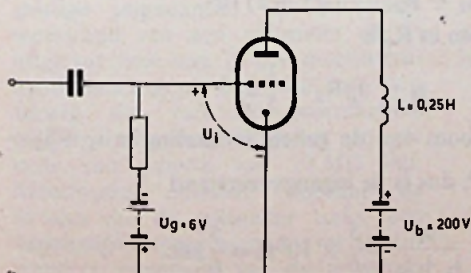
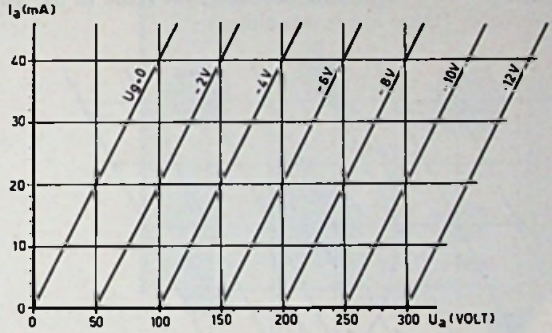
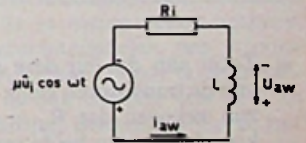

Fig. 13
Fig. 14
Fig. 15
② Van de triode in fig. 13 is in fig. 14 een bundel  $I_a-U_a$  karakteristieken gegeven. Tussen rooster en kathode is een signaalspanning  $u_i = \hat{u}_i \cos \omega t$  aanwezig, waarbij  $\hat{u}_i = 2\sqrt{2}$  V en  $\omega = 10^4$  rad/sec.  $L = 0,25$  H; de spoel mag verliesvrij ondergesteld worden.
- Uit fig. 14 lezen wij voor de steilheid van de buis af  $S = 10$  mA/V en voor de inwendige weerstand  $R_i = 2,5$  k $\Omega$ .
De anodestroom bestaat uit een gelijkstroomcomponent en een wisselstroomcomponent. De gelijkstroomcomponent is af te lezen uit fig. 14:  $i_{a0} = 20$  mA. Voor het bepalen van de wisselstroomcomponent gebruiken wij een vervangschema voor de buis, een spanningsbron met een e.m.k. gelijk aan  $\mu u_i$  en een inwendige weerstand gelijk aan  $R_i$ . De spoel heeft bij de gegeven frequentie een reactantie  $\omega L = 2,5$  k $\Omega = R_i$  (fig. 15); de totale impedantie in de keten is dus  $2,5\sqrt{2}$  k $\Omega$ . Omdat de amplitude van de spanning in fig. 15 gelijk is aan  $\mu \hat{u}_i = 25 \times 2\sqrt{2} = 50\sqrt{2}$  V, is de amplitude van de wisselstroom  $50\sqrt{2}/2,5\sqrt{2} = 20$  mA. Deze wisselstroom is in fase  $45^\circ$  achter t.o.v.  $u_i$ ; de momentele waarde hiervan is derhalve  $i_{aw} = 20 \cos(\omega t - 45^\circ)$ . De momentele waarde van de totale anodestroom (in mA) wordt zodoende:
De gelijkspanningscomponent is  $u_{a0} = U_b = 200$  V. De wisselspanningscomponent  $u_{aw}$  is gelijk aan de spanning op  $L$  in fig. 15. De amplitude hiervan is  $\mu \hat{u}_i / \sqrt{2} = 50$  V; de spanning (met het in fig. 15 aangegeven teken) is in fase  $90^\circ$  voor t.o.v.  $i_{aw}$ , dus  $45^\circ$  voor t.o.v.  $u_i$ . De momentele waarde is  $u_{aw} = 50 \cos(\omega t + 45^\circ)$  en de momentele waarde van de totale anodespanning wordt: